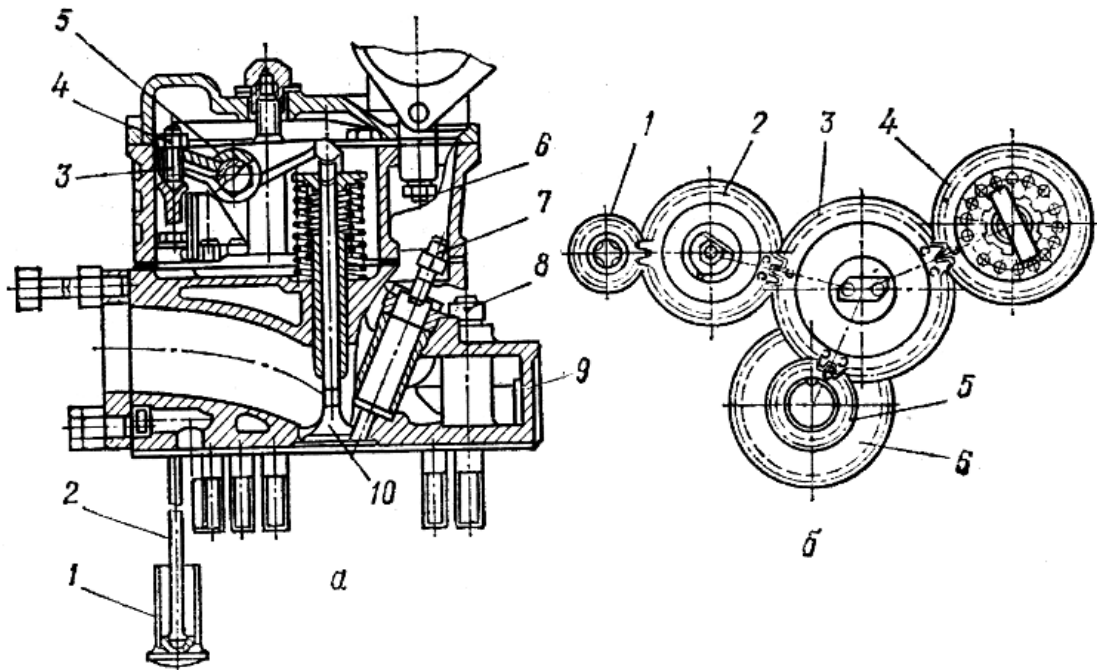

Рисунок 12 - Газораспределительный механизм двигателя Д-240:
6. Рассмотрите детали клапанного механизма (рисунок 12, а). Решите, почему тарелки клапанов имеют различный диаметр. Запомните: фаска тарелок клапанов наплавлена прочным металлом на никелевой основе. Уясните, между какими деталями клапанного механизма зажаты две пружины.
Рассмотрите распределительные шестерни (рисунок 12, б) и определите назначение каждой из них. Ознакомьтесь с конструкцией толкателя. Нижняя поверхность толкателя имеет сферическую форму днища. Определите, для чего это нужно.